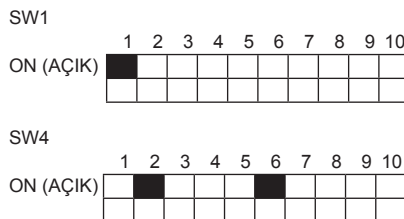

Fig. 2-2
2.4.3. Sviç ayarları (Fig. 2-2)